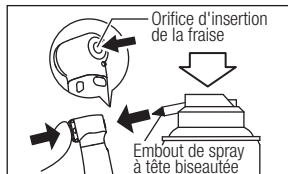

Fig. 18
- 2) Lubrifiez le mandrin directement via l'orifice d'insertion de la fraise (Fig. 18).